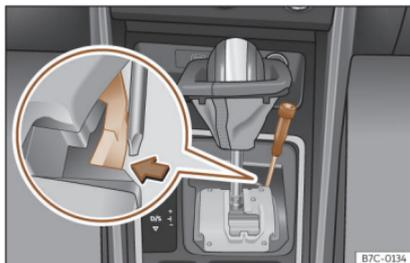

Fig. 140 Levier sélecteur : déverrouillage d'urgence de la position de parking.
- En utilisant le côté plat d'un tournevis, appuyez latéralement sur la languette jaune et maintenez **fig. 140** .